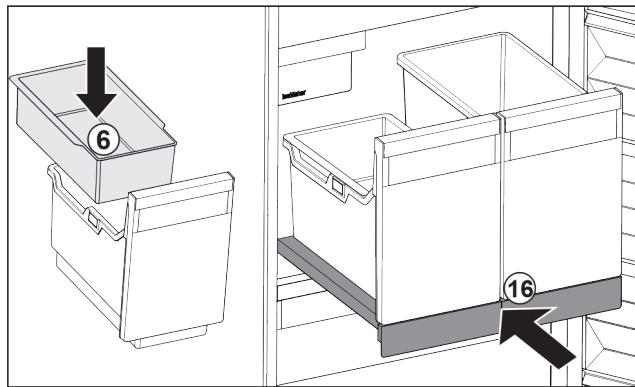

Fig. 30
- ▶ Vložte závesnú misku Fig. 30 (6) na kocky ľadu.
- ▶ Zasuňte vyťahovaciu poličku s nádobou (IceTower). Fig. 30 (16)